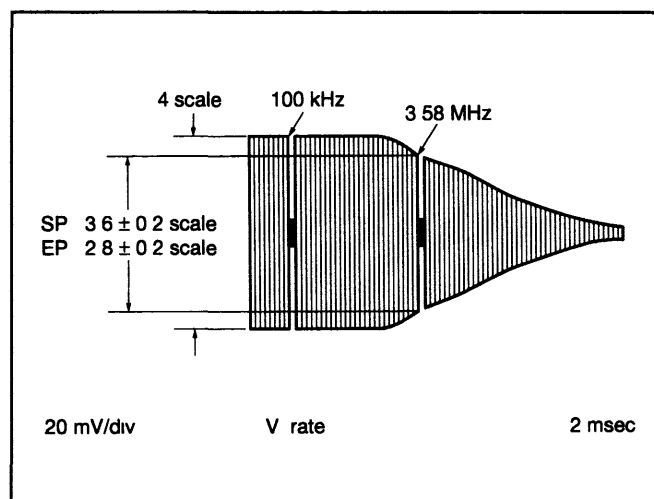

Fig 3-3-7 S-VHS VÍDEO EQ
- (1) Conecte o Osciloscópio a saída Y e a entrada trigger ao TP111 (borda negativa)
- (2) Grave um sinal de sweep no modo SP S-VHS, e depois reproduza-o
- (3) Entre no modo EVR pressionando a tecla "K" da unidade "presetting" por mais de 2 segundos.
- (4) Ajuste para "A 3" pressionando a tecla "3" no controle remoto.
- (5) Assumindo que o marcador de 100 kHz no sinal de sweep no maior canal ocupe quatro quadros no osciloscópio, ajuste a tecla CH "▼" ou "▲" no painel frontal ou controle remoto para que o marcador de 3,58 MHz ocupe  $3.6 \pm 0.2$  quadros ( $-2 \pm 0.5$  dB) (Ver Fig 3-3-7)
- (6) Passe o VCR para o modo normal pressionando a tecla "K" da unidade "presetting" novamente, então os dados dos ajustes são memorizados
- (7) Grave e reproduza o sinal de sweep no modo EP
- (8) Execute os passo (3) e (4)
- (9) Assumindo que o marcador de 100 kHz no sinal de sweep no maior canal ocupe quatro quadros no osciloscópio, ajuste a tecla CH "▼" ou "▲" no painel frontal ou controle remoto para que o marcador de 3,58 MHz ocupe  $2.8 \pm 0.2$  quadros ( $-3 \pm 0.5$  dB) (Ver Fig 3-3-7)